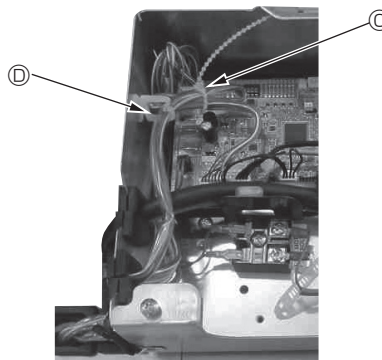

Fig. 10-14
- Stavite suvišne dijelove spojnih žica senzora i-See i signalnog prijemnika u kutiju za električne komponente u žičnoj kopči kako je prikazano na dijagramu i učvrstite žice učvršćivačem. (Fig. 10-14)